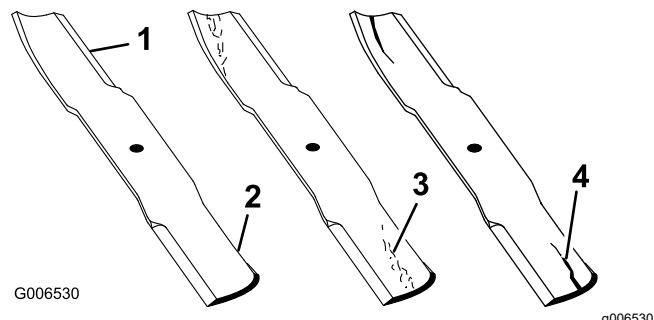

Figura 71
1. Inspectai marginile de tăiere (Figura 71).
4. Dacă observai orice crăpături, urme de uzură sau formarea unei fante în această zonă, instalați imediat o lamă nouă (Figura 71).